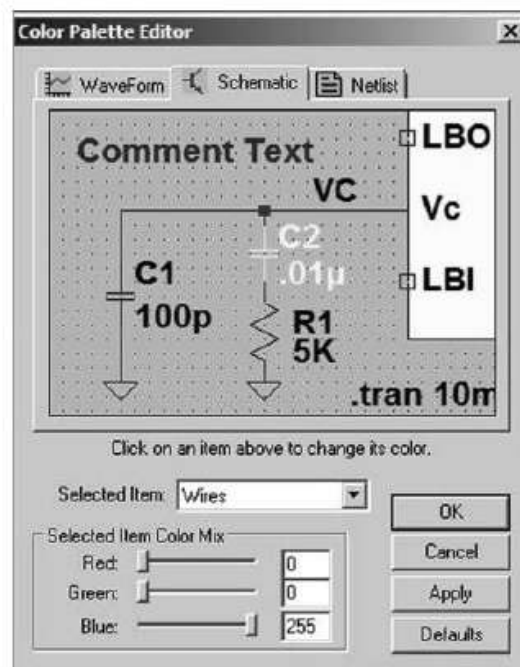

Figure 18.5
- **Color Scheme[*]** (couleur du schéma). Accès direct à la fenêtre : **Color Palette Editor** illustrée à la figure 18.5.